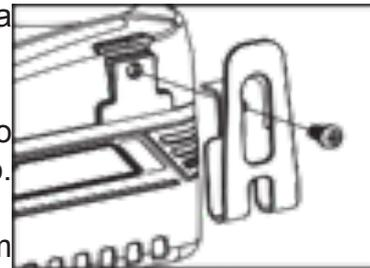
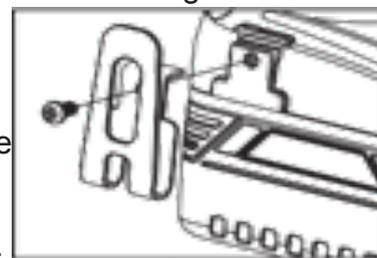

fig.8A
fig.8B
2. Para instalar o gancho da correia, insira-o em uma ranhura no alojamento da máquina em ambos os lados e prenda-o com um parafuso. Para remover, solte o parafuso e retire-o. (Fig. 8A e Fig. 8B)